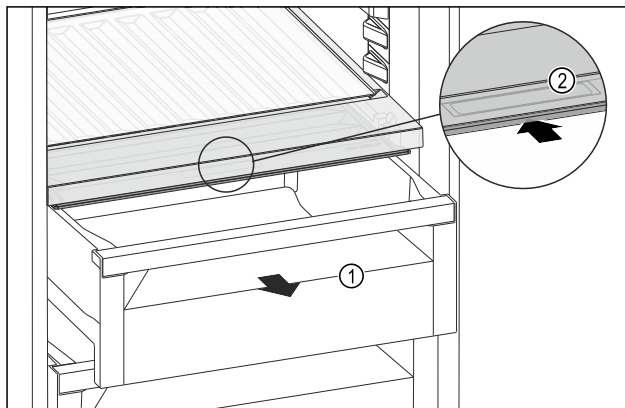

Fig. 129
- Izvucite ladicu Fig. 129 (1).
- Primite ručku Fig. 129 (2) na poklopcu pretinca i istodobno povucite poklopac pretinca prema natrag.